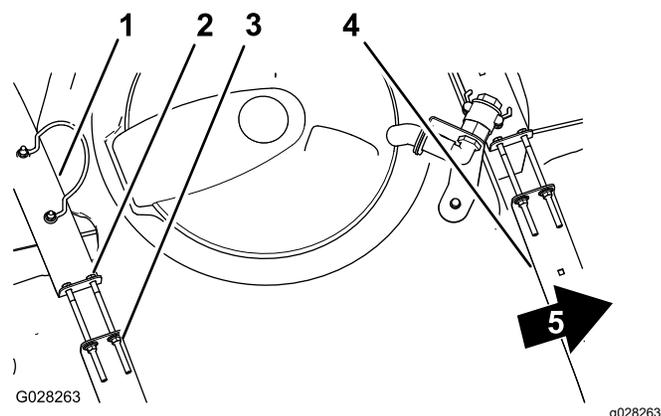

Рисунок 32
3. Если хомуты вокруг бака ослаблены, затяните фланцевые контргайки и болты в верхней части хомутов заподлицо с поверхностью бака (Рисунок 32).
2. Убедитесь в отсутствии люфта между хомутами и баком (Рисунок 32).